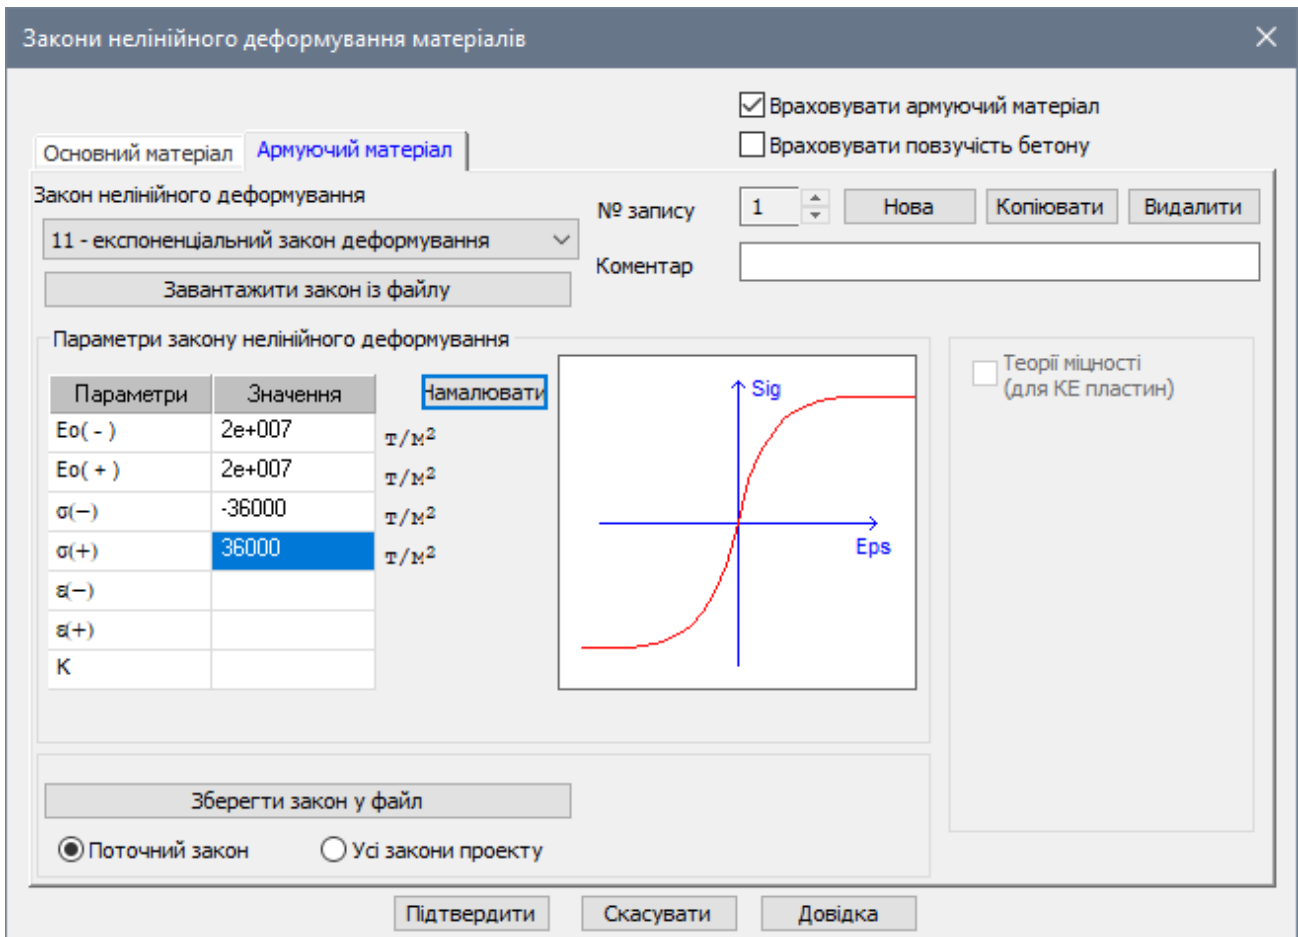

Рис. 7.14. Діалогове вікно **Закони нелінійного деформування матеріалів** (для армуючого матеріалу)
- Далі в цьому самому вікні встановіть прапорець **Врахувати армуючий матеріал** (рис. 7.14) і перейдіть на закладку **Армуючий матеріал**.